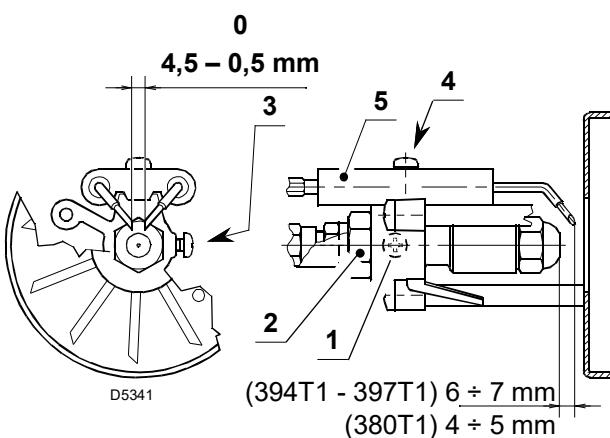
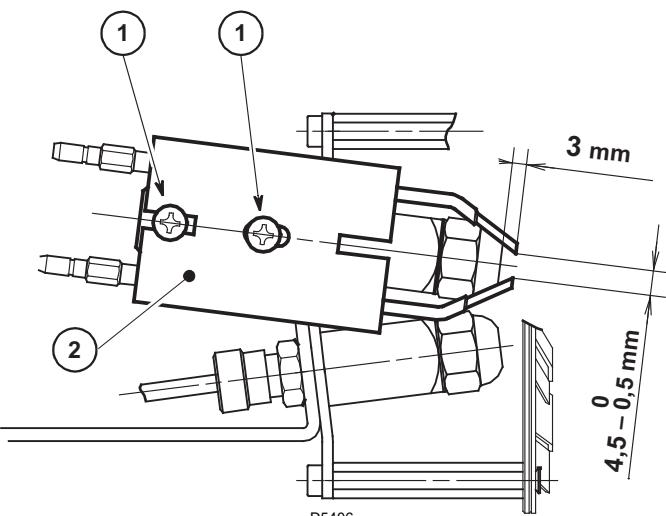

Fig. 11
Fig. 12
Respetar las medidas de las Fig. 11 y Fig. 12.
- Apoyar el grupo soporte del disco estabilizador 1) Fig. 11 en el porta rociador 2) y bloquear con el tornillo 3).
- Para posibles ajustes, aflojar el tornillo 1) y apartar el grupo de electrodos 2) Fig. 12.